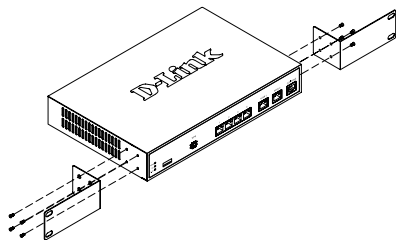

Figura 3. Collegamento delle staffe di montaggio del rack
1. Collegare le staffe di montaggio su ciascun lato del telaio, come illustrato nella figura 3 e fissarle utilizzando le viti in dotazione.